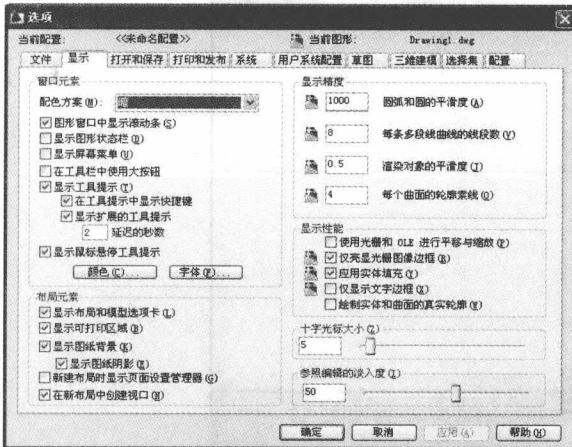

图 1-6 “选项”对话框
- (1) 启动 AutoCAD 2009 中文版，进入绘图界面。
- (2) 单击“工具”菜单栏中的“选项”命令，弹出如图 1-6 所示的“选项”对话框。